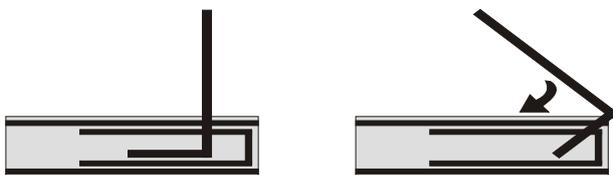

рис.3
- на рис. 3 показано, как вставить уголок